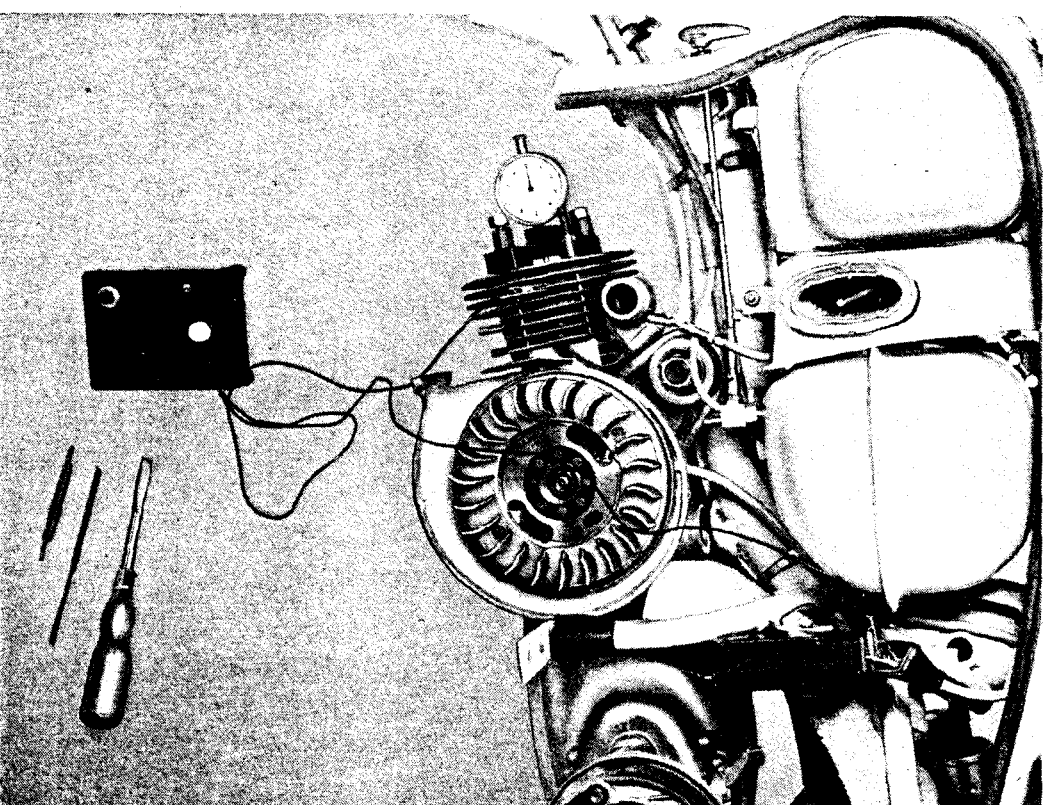

Fig. 43
- 68** Desmontar la culata del motor (operaciones 1, 2, 3, 5, 19, 20, 21, 22, 23, 24, 25) y montar en su lugar la herramienta número A2L.1066 que va sujeto sobre los dos de los cuatro prisioneros. Sobre la herramienta se aplicará un comparador decimal (véase fig. 43).
Si el cierre de los platinos tuviera lugar fuera del intervalo antes indicado, desmóntese el volante, aflojense los tornillos de sujeción y gírese ligeramente la placa porta-inducidos en sentido antihorario para encendido retardado y en sentido horario para encendido avanzado, hasta conseguir que la apertura de los platinos tenga la distancia debida (véase fig 43).